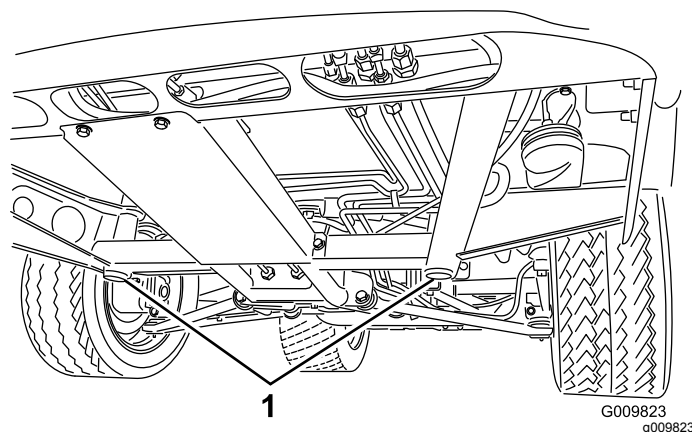
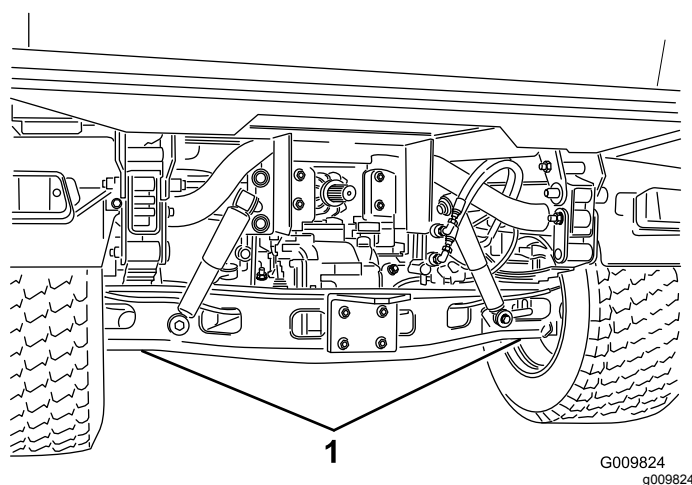

Рисунок 43
Рисунок 44
- Точка подъема на домкрате передней стороны автомобиля находится под передней средней рамной опорой (Рисунок 43), а сзади - под осью (Рисунок 44).